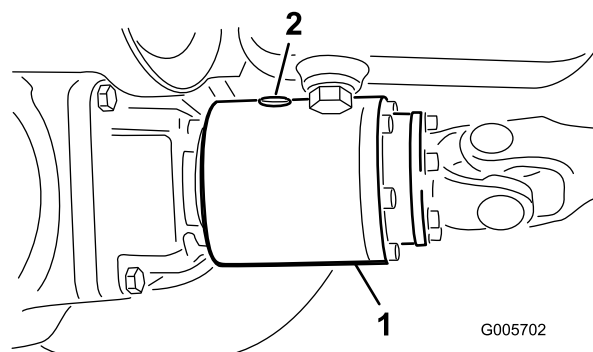

Figure 32
2. Tournez l'embrayage (Figure 32) de façon à positionner le bouchon de contrôle (représenté en position 12:00 heures) à 4:00 heures.